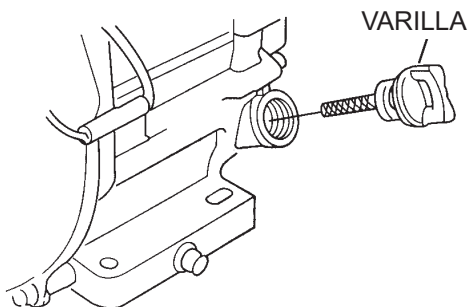

Figura 5. Varilla de medición del nivel de aceite (retirada)
2. Retire la varilla indicadora de nivel del tubo de llenado del agujero del tubo de llenado de aceite del motor (vea la Figura 5) y pase un paño hasta limpiar.